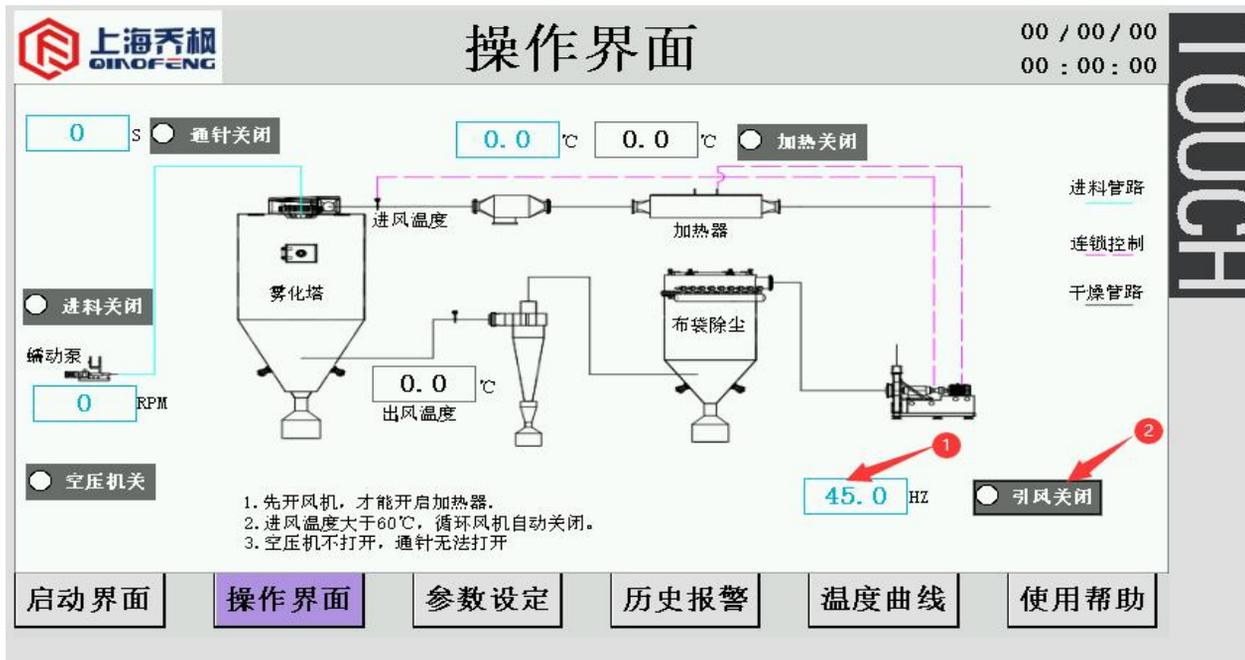

图 5
(3) 点击“风机开关” 2，停止风机。显示状态如图 5 所示。